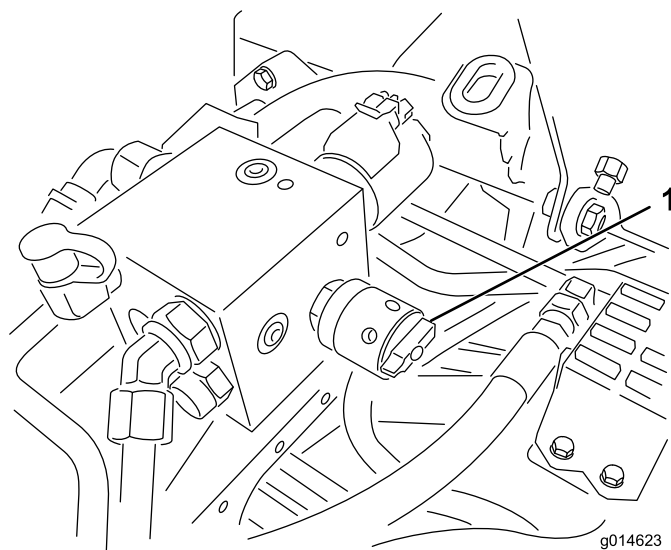

Figura 53
**Importante:** Gli elementi di taglio non si sollevano e non funzionano correttamente, se al termine della lappatura la relativa leva non viene riportata in posizione di marcia avanti (F).
6. Girate il comando di velocità dei cilindri in posizione 1 Figura 53.